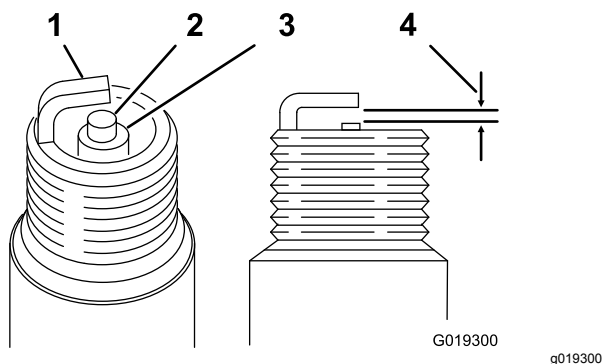

Figura 33
Distancia entre electrodos: 0,70 a 0,80 mm; consulte Figura 33
3. Ajuste la distancia entre electrodos a 0,70–0,80 mm (Figura 33)